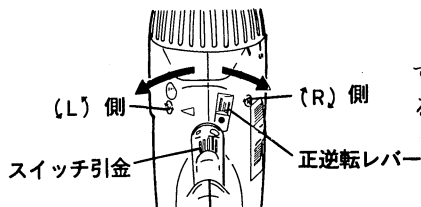

図 11
スイッチ部の正逆転レバーを (R) 側にすると後側から見て右へ回り、(L) 側にすると左へ回ります。(図1および図11参照)